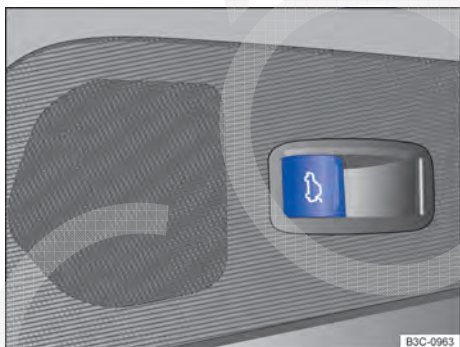

Fig. 36 Na porta do condutor: botão de destravamento da tampa traseira.
- **OU:** puxar o botão  da porta do condutor para cima \Rightarrow Fig. 36. O botão da porta do condutor também funciona com a ignição desligada.
- **OU:** puxar o botão  da porta do condutor para cima ⇒ Fig. 36.
- Botão  da porta do condutor ⇒ Fig. 36.